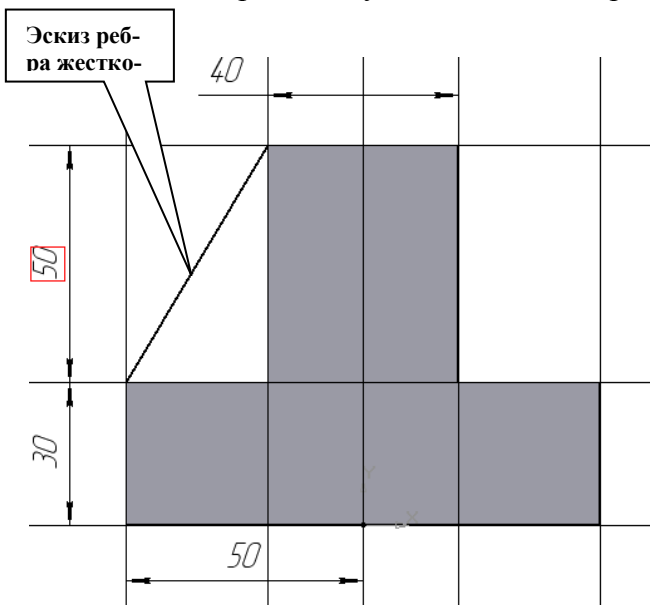

Рис.8 Построение эскиза ребра жесткости
4. Для построения ребер жесткости на фронтальной плоскости проекций построим эскиз (рис.8), для которого предварительно сделаем вспомогательными прямыми разметку. Эскиз обязательно следует вычерчивать отрезком (тип линии – основная), вспомогательные прямые служат только для предварительных построений.